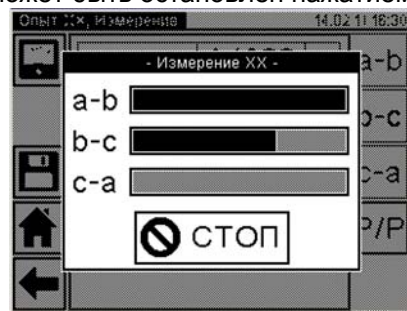
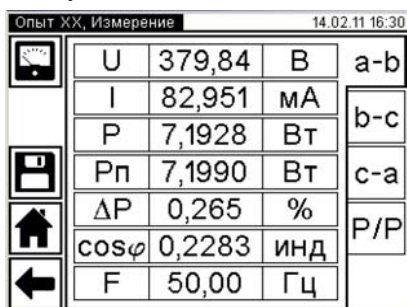
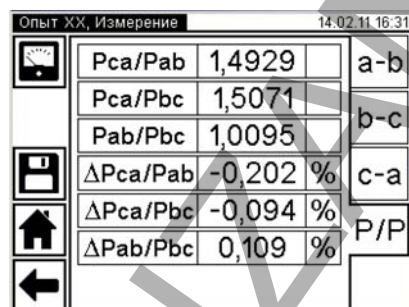

Рисунок 6.19
Рисунок 6.20
Рисунок 6.21
15) Выполнить измерение, для чего нажать кнопку  в окне "Опыт XX. Измерение" (рисунок 6.18). На экране появится окно, демонстрирующее динамику процесса измерения (рисунок 6.19), а затем – результаты измерения (рисунок 6.20, 6.21). Для просмотра всех результатов поочередно нажать на вкладки "a-b" (рисунок 6.20), "b-c", "c-a", "P/P" (рисунок 6.21). При необходимости процесс измерения может быть остановлен нажатием кнопки .